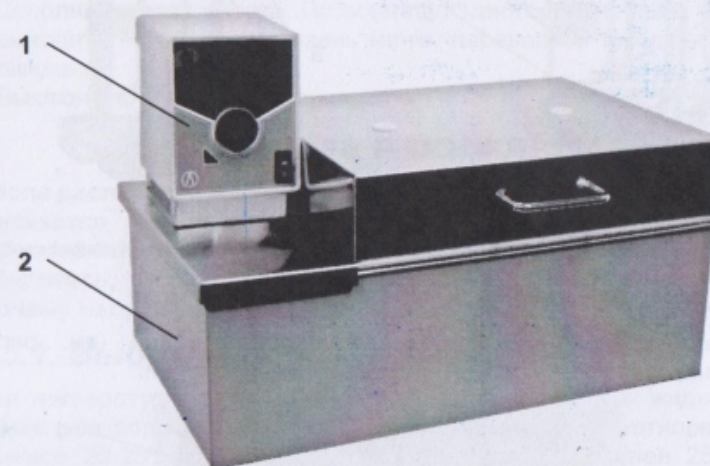

Рис. 1. Баня термостатирующая прецизионная LOIP LB-200. Общий вид.
Общий вид термобани показан на рис. 1. Термобаня состоит из погружного модуля терморегулирования LB-200 (1) и ванны в кожухе с крышкой (2).